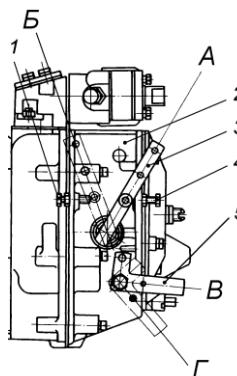

Рис. 54. Регулятор частоты вращения:
13. Установив рычаг регулятора в положение "Г" (рис. 54) выключенной подачи топлива, в течение 10-15 сек проворачивать стартером коленчатый вал двигателя и по показаниям манометра определить наличие давления масла в центральном масляном канале. При наличии давления можно пускать двигатель.
Рычаг 5 (рис. 54) останова регулятора установить в положение "В" включенной подачи топлива, а рычаг 3 управления регулятором – в положение "А", соответствующее минимальной частоте вращения.
1 Подготовить двигатель к пуску как указано выше. Рычаг 5 (рис. 54) останова регулятора установить в положение "B" включенной подачи топлива, а рычаг 3 управления регулятором повернуть в среднее положение.